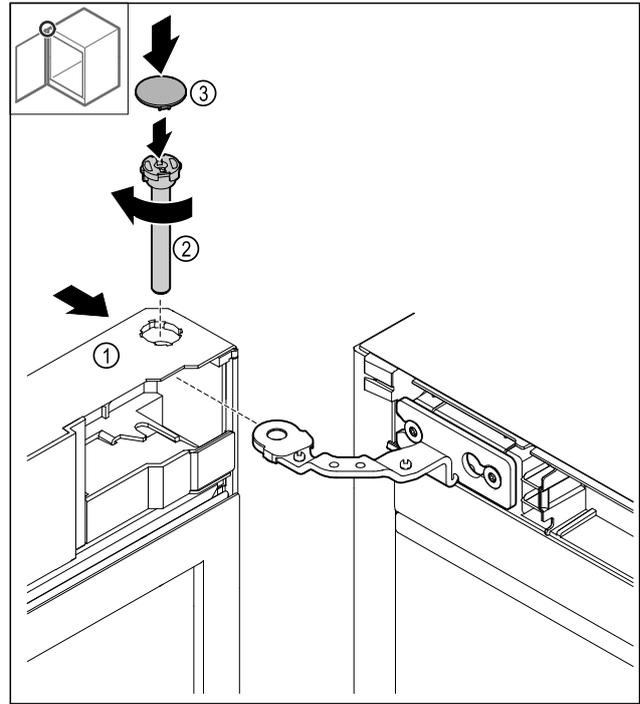

Fig. 43
- ▶ Tür Fig. 43 (1) oben auf das Scharnier schieben.
- ▶ Bolzen Fig. 43 (2) einstecken und im Uhrzeigersinn festdrehen.
- ▶ Abdeckung Fig. 43 (4) aufsetzen.